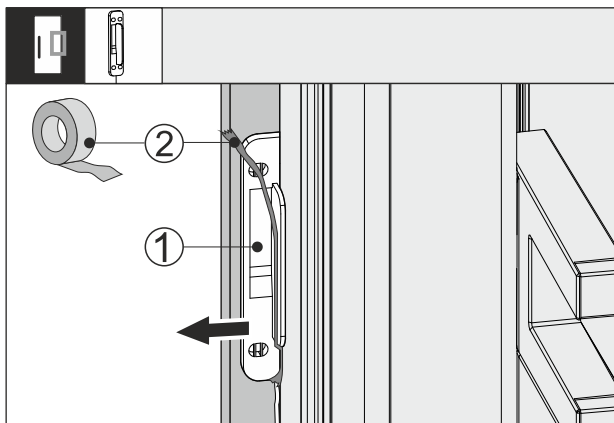

Fig. 64
- ▶ Освободете залепващата лента Fig. 64 (2) от датчика за почукване Fig. 64 (1).